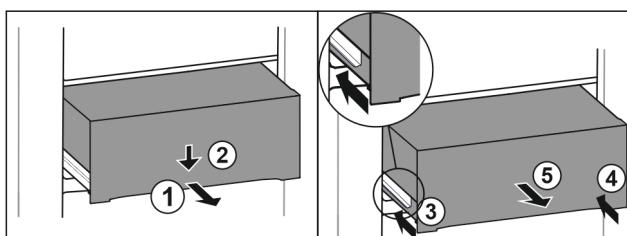

Fig. 91
- Predal izvlecite do polovice. Fig. 91 (1)
- Predal na sprednji strani potisnite navzdol. Fig. 91 (2)
- Levo vodilo potisnite približno 2 cm noter. Fig. 91 (3)
- Desno vodilo potisnite približno 2 cm noter. Fig. 91 (4)
- Predal vzemite ven v smeri naprej. Fig. 91 (5)